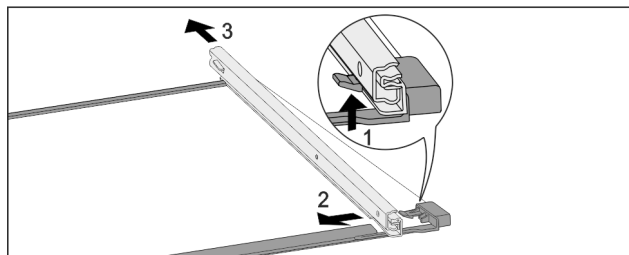

Fig. 157 Скляна пластина з рейками
- Натиснути передній гачок-фіксатор вгору. Fig. 157 (1)
- Виштовхнути виїзну рейку в сторону Fig. 157 (2) та назад Fig. 157 (3).